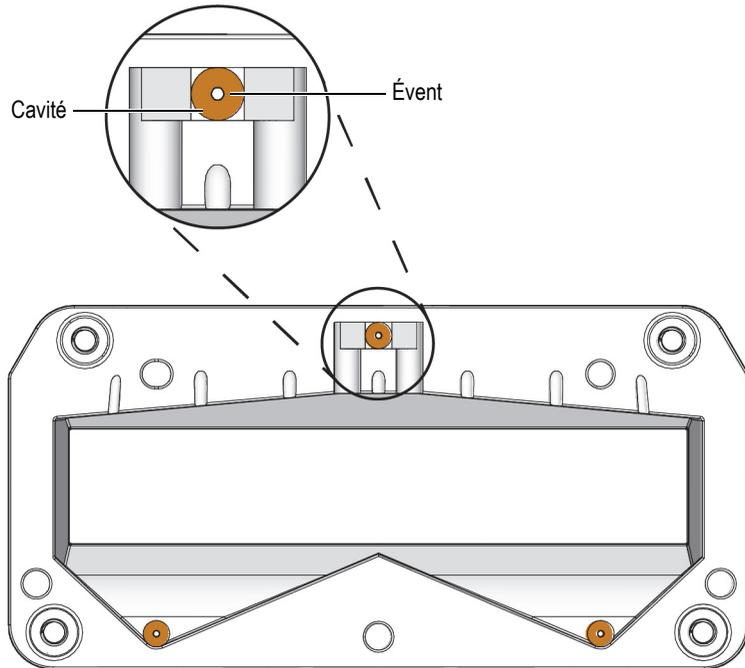

Figure 5-4 Événements de la ligne à retard
Il est possible que les trois événements dans les trois cavités de la ligne à retard deviennent obstrués et nécessitent un nettoyage (Figure 5-4 à la page 81).
4. Nettoyez les cavités en grattant les côtés et le fond pour déloger les débris (Figure 5-4 à la page 81).